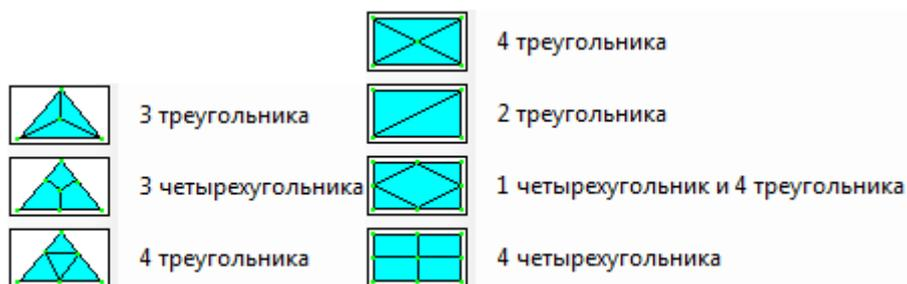

Рисунок 2.171 Типы дробления 3-узловых и 4-узловых КЭ
- три типа дробления для 3-узловых КЭ (рисунок 2.171):
- четыре типа дробления для 4-узловых КЭ (рисунок 2.171):